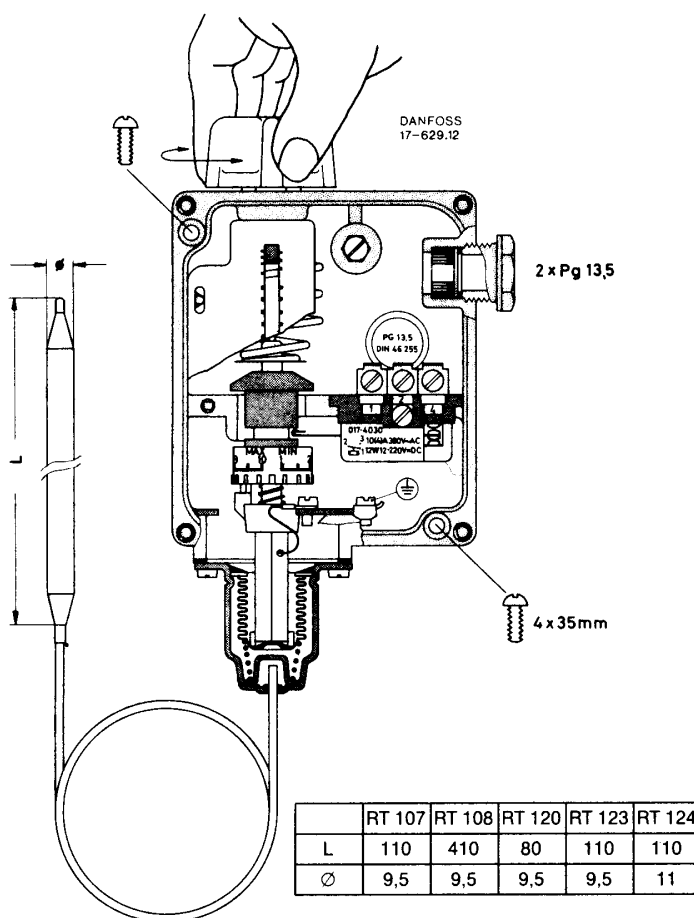

Рис. 5
3.5.1 ТЕРМОСТАТ DANFOSS RT 124 (РИС. 5)
- Снять крышку термостата и установить барабан на значении, выбранном для дифференциала (остановка горелки) в соответствие с диаграммой на Рис. 5а. Дифференциал суммируется на значении, зафиксированном в пункте а.
Рис. 5а